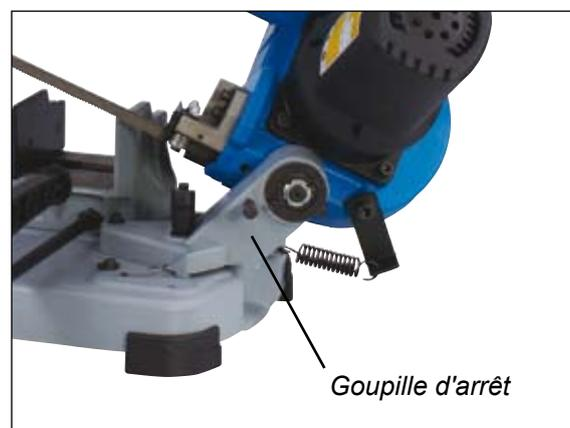

Fig. 1
**Avertissement:** Avant la mise en marche de la scie, tirez sur la goupille (Fig. 1) conçu pour le transport et libérer ainsi l'archet.